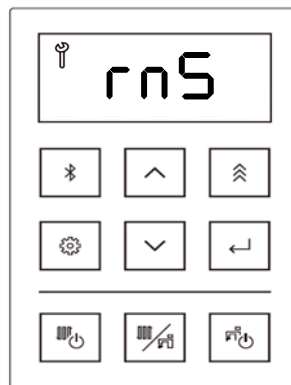

Figura 143
10. Una vez transcurridos 60 minutos de lavado, la pantalla muestra "rnS" (enjuague) (figura 143) y se escucha un pitido.